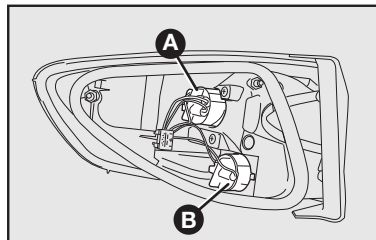

fig. 36
A-fig. 36: Luz de posição traseira / luz e freio.
B-fig. 36: Luz de direção (seta) traseira.
2) Para substituir a lâmpada da luz de posição / freio, no sentido anti-horário a tampa porta-lâmpadas **A-fig. 36**, empurrar levemente a lâmpada e girá-la no sentido anti-horário. Em seguida, substituir a lâmpada e recolocar a tampa porta-lâmpada, girando-a no sentido horário.
3) Para substituir a lâmpada da luz de direção, girar no sentido anti-horário a tampa porta-lâmpadas **B-fig. 36**, empurrar levemente a lâmpada e girá-la no sentido anti-horário. Em seguida, substituir a lâmpada e recolocar a tampa porta-lâmpada, girando-a no sentido horário.